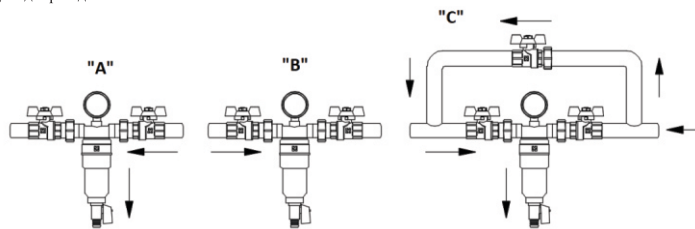

Рис. 1
3. До і після фільтра необхідно встановлювати запірну арматуру, щоб була можливість зняти фільтруючі елементи (див. рис. 1). Для більшої ефективності фільтрувальної промивки (звотної промивки) переважно мати байпасну секцію з краном (байпасом) (див. рис.1 "С").
- "А" - Перекрити випускний клапан. Відкрийте зливний кран і злийте осад в каналізацію разом з певною кількістю мережевої води. При цьому частинки, що залишилися на сітці, в основному не видаляються з фільтра. Видаляється тільки шлам, що осідає на дні колби (рис. 1)
- "В" - Перевірте, щоб всі дозатори води були закриті. Перекрити випускний і випускний клапани фільтра. Відкрийте зливний клапан фільтра, при цьому тиск в колбі впаде, а вода з колби буде повністю видалена. Відкрийте випускний клапан фільтра. При цьому залишковий тиск в трубопроводах після фільтра буде в якійсь мірі збивати частинки, що прилипли до сітки (рис. 1).